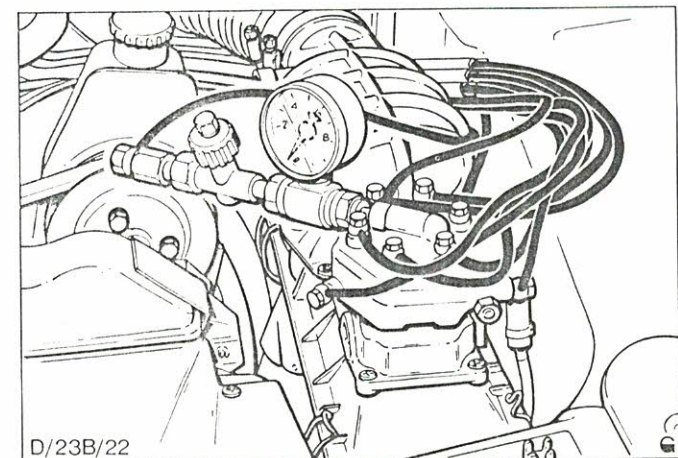

Abb.73 Druckprüfgerät an Zufuhrleitung - Warmlaufregler angeschlossen
3. Druckprüfgerät 23-011 in den Warmlaufregler - Zufuhrleitungs-kreislauf anschließen, Abb.73.